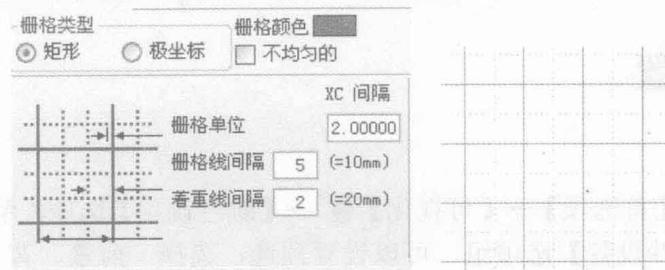

图 1-7 Hide Grid 示意图
- Hide Grid $\blacksquare$ ：单击该图标，在制图工作平面上显示栅格线，如图 1-7 所示。栅格线的间距在【栅格线间隔】、【着重线间隔】文本框中设置。